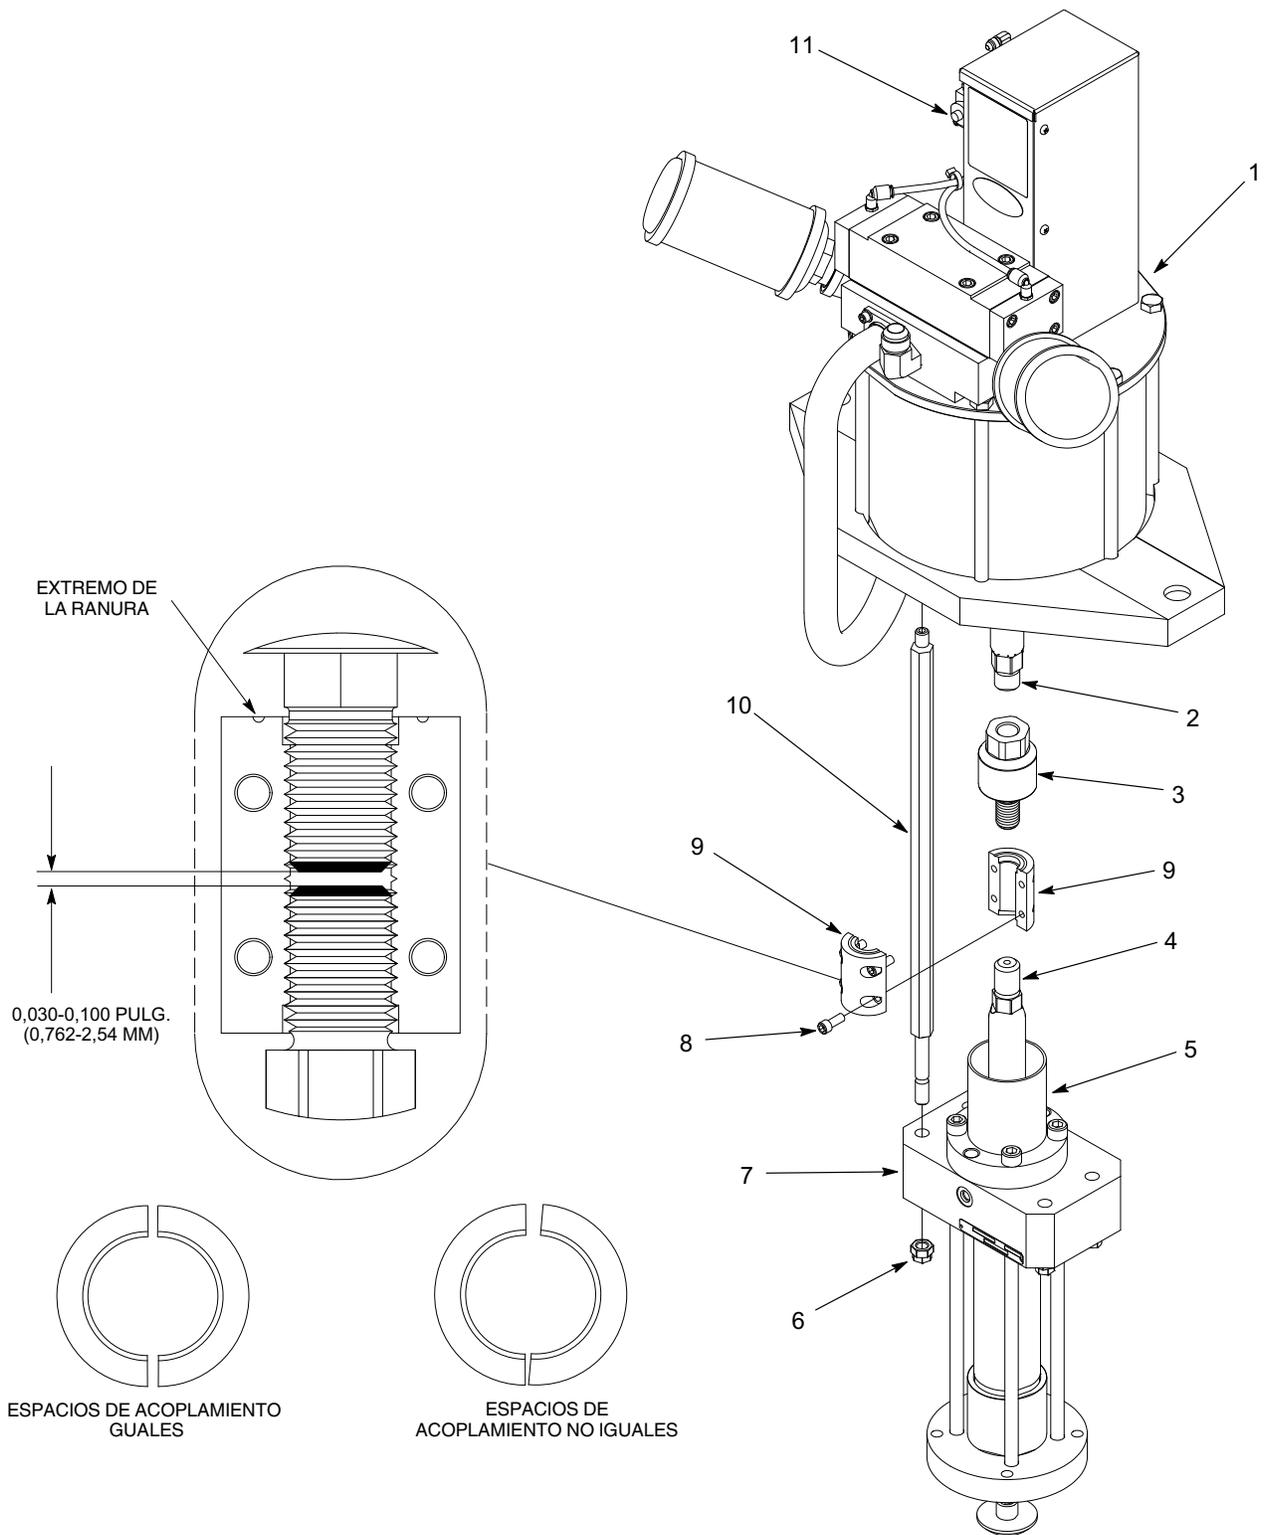

Figura 14 Montaje de la bomba
1. Ver la figura 14. Aplicar adhesivo de fijación para roscas a las roscas macho del eje del motor de aire (2). Instalar el eje de acoplamiento flotante (3) en el eje del motor de aire y apretarlo a 200-220 ft-lb (272-298 N•m).
2. Instalar las varillas de conexión (10) en el motor de aire (1) y apretarlas a 60-65 ft-lb (81.5-88 N•m).
3. Instalar la sección hidráulica (7) en las varillas de conexión (10) utilizando las tuercas (6). Apretar las tuercas a 60-65 ft-lb (81.5-88 N•m).
4. Instalar la cámara de disolvente (5) en la sección hidráulica (7).
5. En caso necesario, emplear la anulación manual (11) para hacer circular el motor de aire (1) y colocar el eje de acoplamiento flotante (3) más cerca de la varilla del pistón (4).
- a. Centrar las mitades del acoplamiento hendido (9) entre las funciones hexagonales de los dos ejes alineados.
- c. Para un ajuste perfecto de dicho espacio, mantener en su sitio el acoplamiento hendido y utilizar una llave inglesa de  $1\frac{5}{16}$  pulg. para rotar el eje de acoplamiento flotante (3).